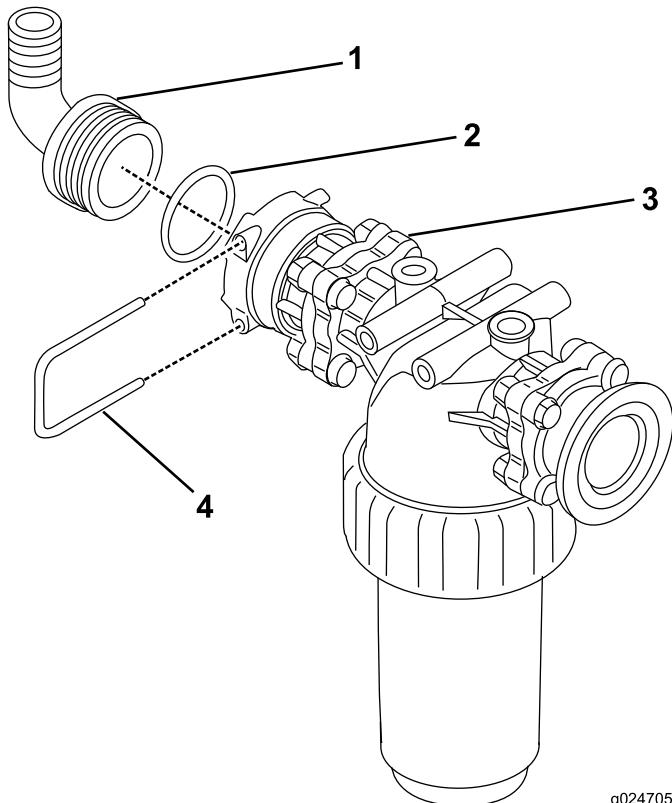

Figure 22
- Assemblez le filtre sous pression (Figure 22).